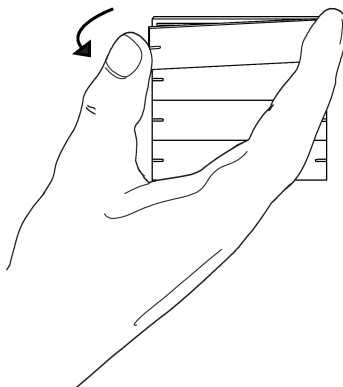

Figure 6: Démontez la bascule
- Séparer la bascule de la touche sensorielle en tirant d'un côté (voir figure 6).